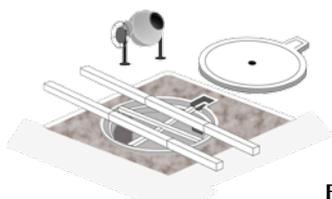

Fig. 4a
1. Fixer le cadre en appliquant le produit de fixation (laitier de ciment) jusqu'à l'égout (le mortier doit déborder des bords du cadre et jusqu'à une hauteur de 3 cm du bord du cadre). Ne pas remplir tout le volume du coffrage, mais laisser 3 cm pour l'asphaltage ! (fig. 4A)
1. Fissare il telaio applicando il prodotto di fissaggio (malta cementizia) fino al rifiuto (la malta cementizia deve traboccare dalle asole del telaio e fino ad un'altezza di 3 cm dal bordo del telaio). Non riempire tutto il volume della casseratura, ma lasciare 3 cm per l'asfaltatura! (fig 4A)
1. Secure the frame by applying the product (cement mortar). Allow the cement mortar to overflow the slots in the frame up to a height of 3 cm from the edge of the frame. Do not fill the whole formwork area, but leave 3 cm for the asphalt! (Fig. 4A) (fig 4A)